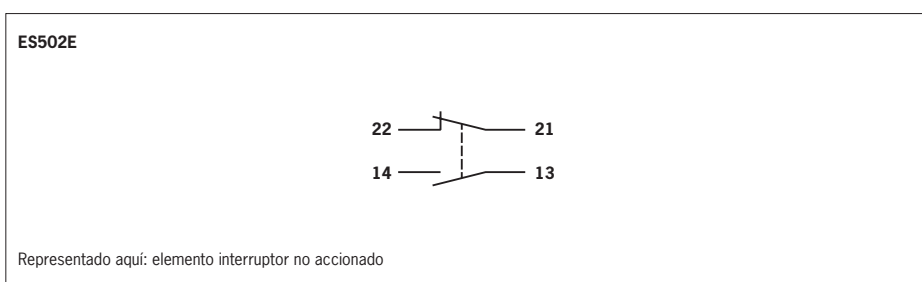

Fig. 1: Elementos interruptores y asignación de contactos
Los estados de conmutación detallados de los interruptores se muestran en la Fig. 1. También se describen todos los elementos interruptores disponibles.
3. Conecte y apriete los bornes (para la asignación de contactos, véase la Fig. 1; para los pares de apriete, véanse los datos técnicos).